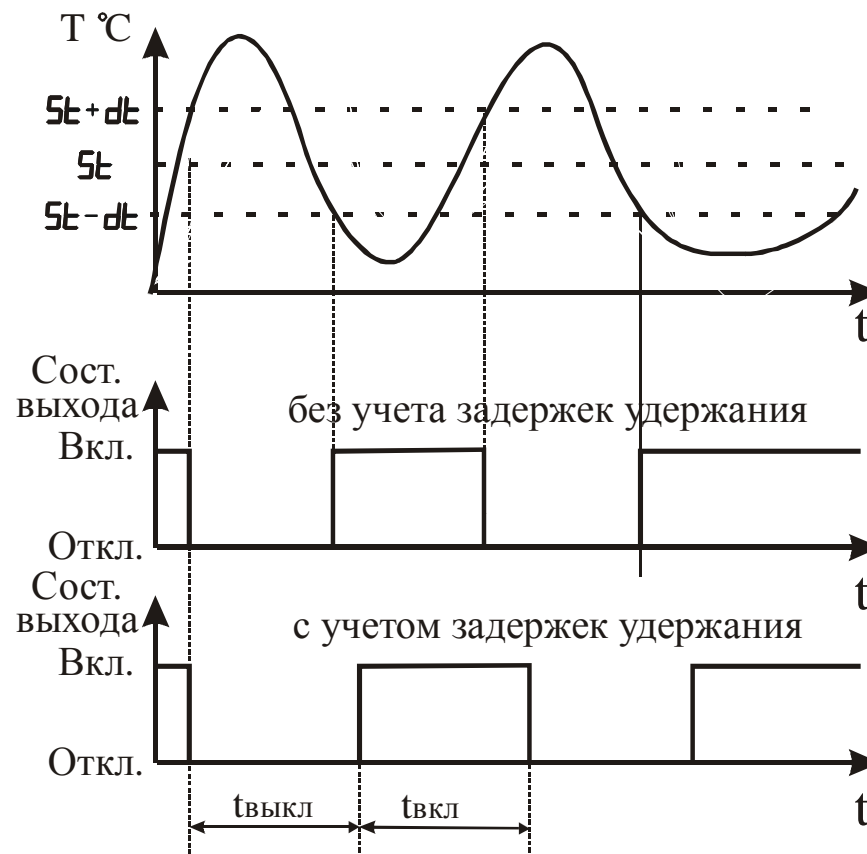

Рисунок 3.20 – Влияние параметров “Удержание замкнутым выходного устройства” и “Удержание разомкнутым выходного устройства” на состояние выходного устройства
3.3.3.13 Параметры “Удержание замкнутым выходного устройства” и “Удержание разомкнутым выходного устройства” задают минимальное время удержания выходного устройства в замкнутом и разомкнутом состоянии. Прибор удерживает выходное устройство в соответствующем состоянии в течение заданного времени, если даже по логике работы прибора должно произойти переключение (см. рисунок 3.20).